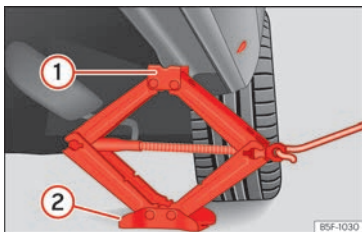

Abb. 255 Längsträger: Wagenheber ansetzen.
- Drehen Sie die Kurbel des unter dem Aufnahmepunkt des Längsträgers befindlichen Wagenhebers, bis sich die Nase ① >>> (Abb. 255) unter der vorgesehenen Einführung befindet.
- Richten Sie den Wagenheber so aus, dass sein Aufnahmehorn ① in die dafür vorgesehene Aufnahme am Längsträger „greift“ und die bewegliche Grundplatte ② plan auf dem Boden aufliegt. Die Bodenplatte ② muss sich dabei senkrecht unter dem Aufnahmepunkt ① befinden.